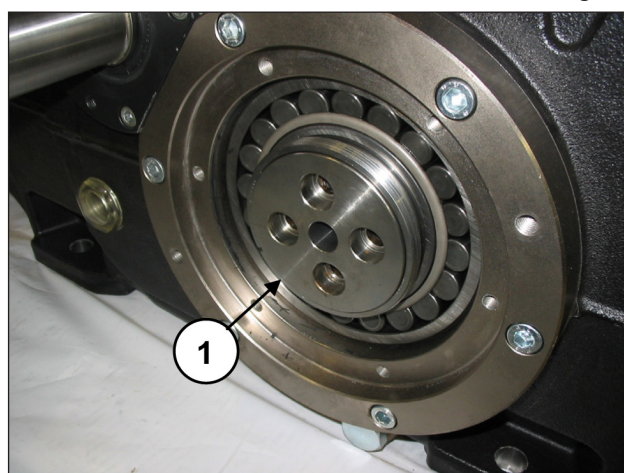

Fig. 15
No desmontar las bridas de bloqueo del casquillo (pos. ①, Fig. 15).